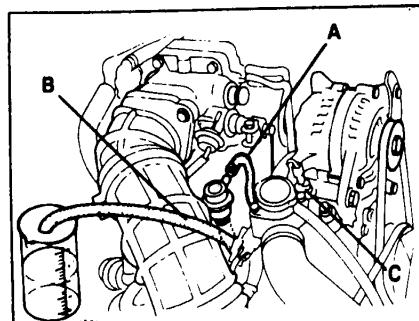

Рис. 11 Проверка расхода топлива
- Отсоедините вакуумный шланг от регулятора давления топлива (рис. 11, А).
- Отсоедините возвратный топливопровод от регулятора давления (рис. 11, В).
- Отсоедините разъем датчика и демонтируйте его с двигателя (рис. 11, С).